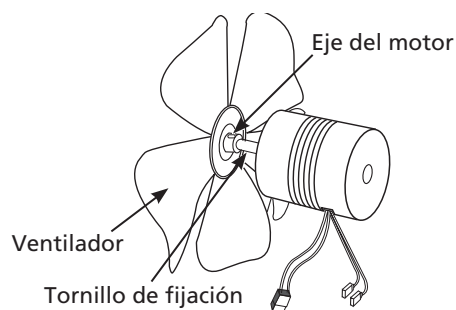

Figura 6 – Posición del Tornillo de Fijación en el Eje del Motor del Ventilador
6. Extraiga el tornillo de fijación del ventilador, utilizando una llave Allen de 3.2 mm (0.125"). (consulte la Figura 6).